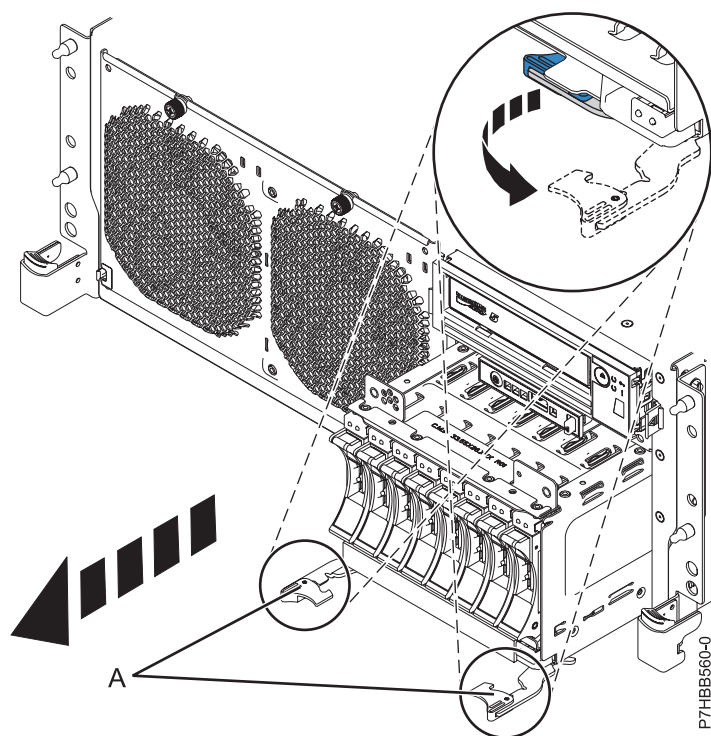
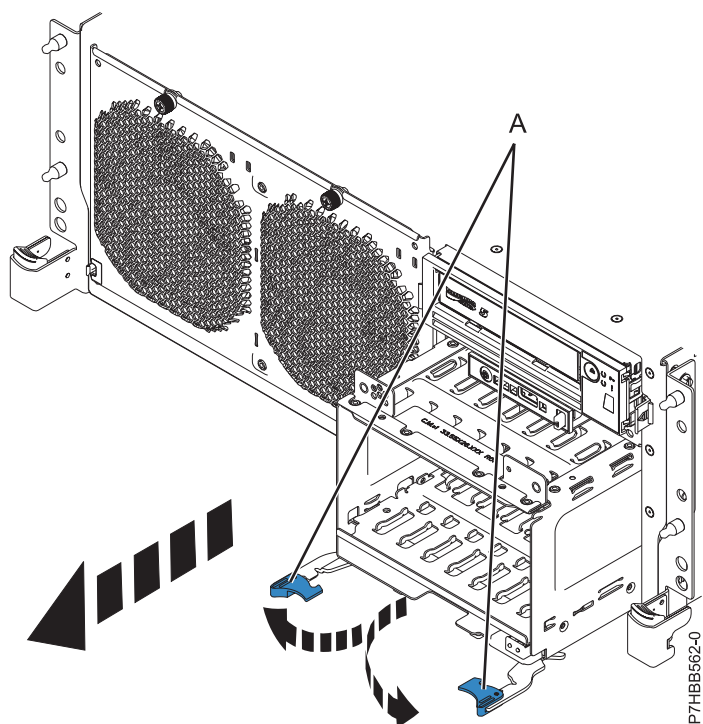

Figura 5. Extracción de la placa posterior llena de unidades de disco
Figura 6. Extracción de la placa posterior vacía de unidades de disco
15. Desbloquee la placa posterior de la unidad tirando de las asas (A) para abrirlas desde el centro de la placa posterior, como se muestra en Figura 5 en la página 8 y en Figura 6 en la página 8.